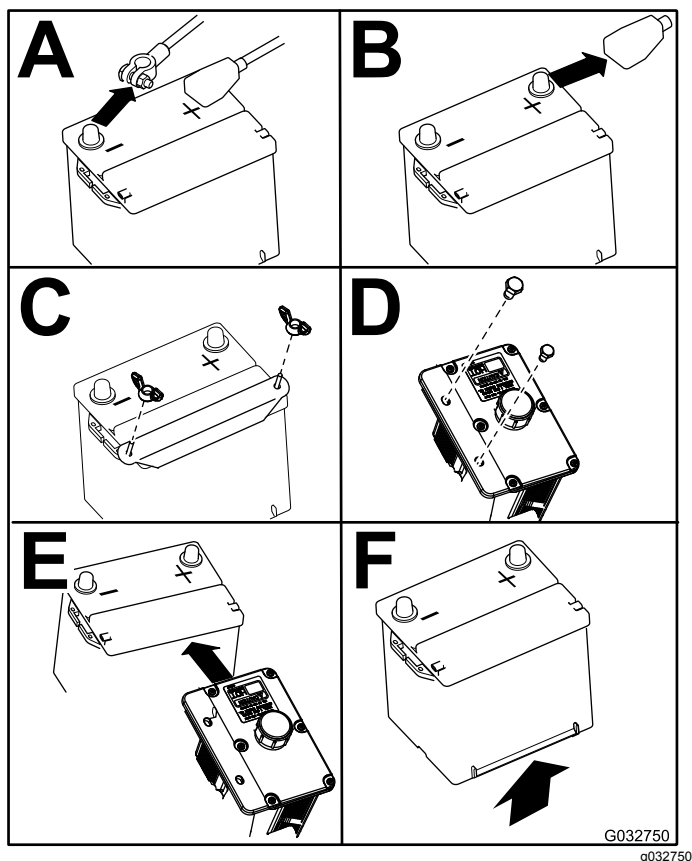

Figure 57
3. Retirez la batterie, comme montré à la Figure 57.